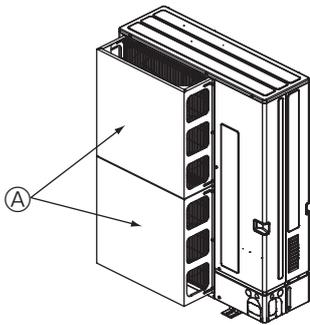

Fig. 2-15
① Zainstalować opcjonalną kierownicę powietrza w przypadku, gdy jednostka zewnętrzna jest zainstalowana w miejscu, w którym silny wiatr, np. tajfun, może bezpośrednio działać na wylot powietrza. (Fig. 2-15).